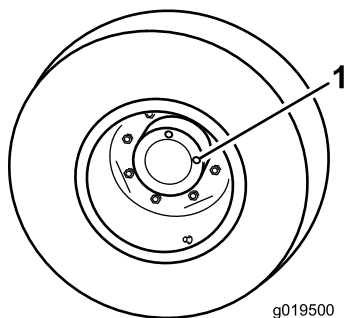

Figura 53
1. Con la máquina en una superficie nivelada, coloque la rueda con un tapón de verificación en la posición de las 12 y el otro en la posición de las 3 (Figura 53).
1. Tapón de verificación/drenaje (2)
2. Retire el tapón de la posición de las 3 (Figura 53).